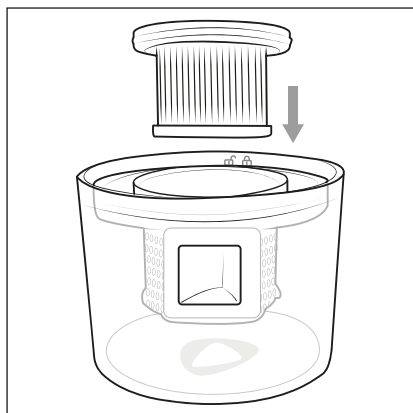

Fig. 8
- 7) Insérez le filtre HEPA ⑤ dans le filtre à poussière ⑥ (fig. 8).